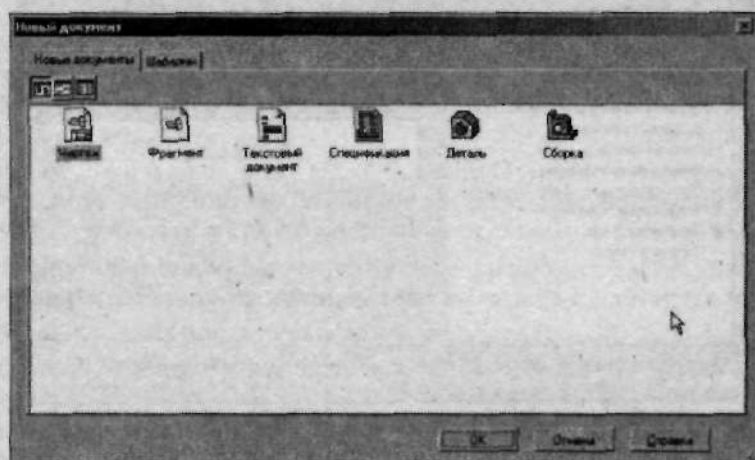

Рис. 1.32. В появившемся диалоговом окне выберите тип создаваемого документа
2. В появившемся диалоговом окне (рис. 1.32) щелкните по пиктограмме документа, который вы хотите создать.
1. Щелкните по кнопке  (**Создать**), расположенной на панели инструментов. Откроется диалоговое окно, показанное на рис. 1.32, в нем выберите тип документа, который вы хотите создать.